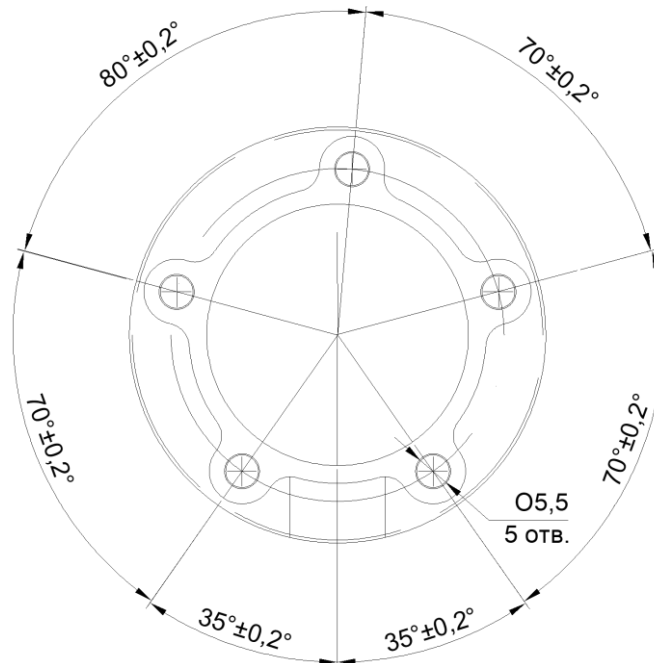

Рисунок 11 – Схема расположения отверстий под крепежные элементы
1. Просверлить центральное отверстие (рис. 3) под монтаж датчика. Для установки датчика необходима биметаллическая коронка диаметром 35 мм. Вставить в него датчик и наметить отверстия для крепления датчика к баку. Схема расположения отверстий под крепёжные элементы представлена на рис. 11.